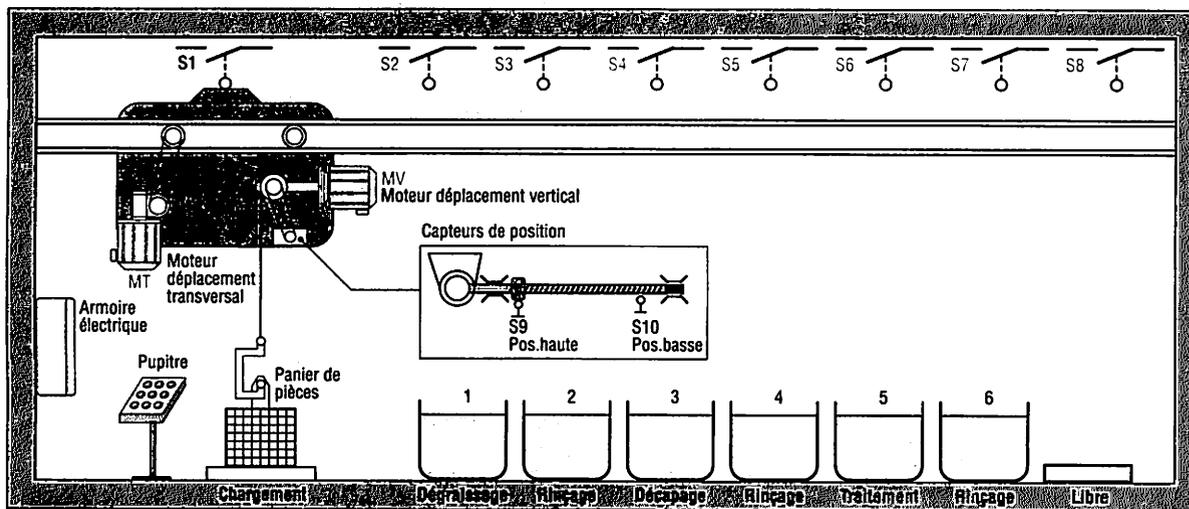

Fig. 1 : Système de traitement de surface.
1.1 Représentation dans l'espace (fig. 1)